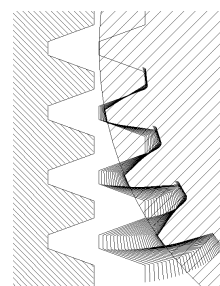
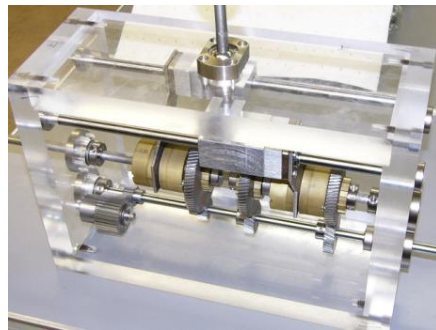

図1 ホブによる歯車加工
図2 上:前年度製作の変速機
本課題は、①機械要素の実践的な使用を学ぶこと、②製作に必要な技術を理解すること、③全体の見通しを立て設計から製作まで行うことの3点を目的とした前年度総合制作課題「常時かみ合い形手動変速機的设计製作」製作品の完成度を上げようとしたものです。そのため、④改善点の発見・改善案の検討・改善を加えた製作という4点目の目的を色濃くもつ課題です。平歯車の加工を図1に、前年度製作品を図2に示します。
前年度・今年度の製作品を図2に示します。いずれも多く機械要素（ねじ・歯車・軸受）を用い、3段の減速比を切り替えて伝達する変速機です。軸受やねじを除き、殆ど機構部品を製作しました（今回、歯車は全6枚のうち3枚を製作しました）。